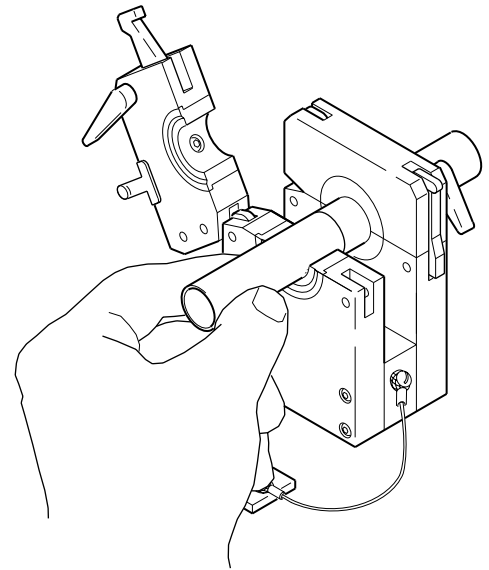

Abbildung 16 Platzierung des zweiten Werkstücks
5. Legen Sie das zweite Werkstück an das erste Werkstück an und Schließen Sie die obere Seitenplatte. Siehe Abbildung 16.